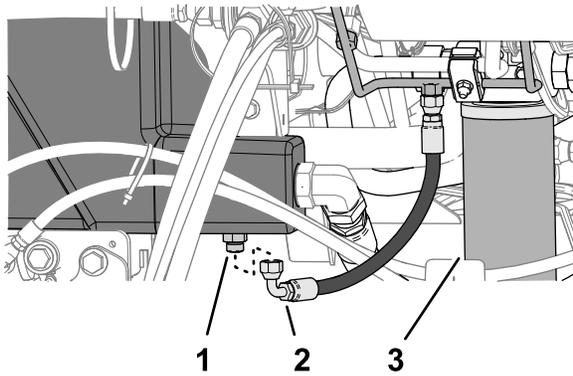

图 115
2. 在液压油箱的直通接头 图 115 下方放置一个大放油盘请参阅 液压油容量 \(页码 57\)。